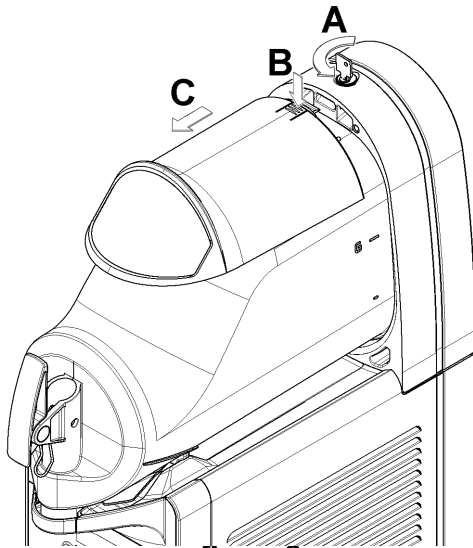

figura 6
**1** Para quitar la tapa del recipiente, pulsar la tecla superior B y deslizar la tapa C hacia la parte anterior del recipiente. Si la máquina dispone de cerradura para el cierre de seguridad de la tapa A, girar la llave en el sentido contrario al de las agujas del reloj y desbloquear la tecla de apertura (ver figura 6).